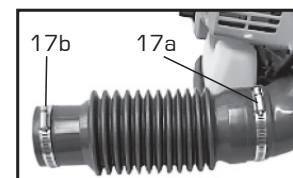

Figura 1
1. Coloque las abrazaderas (17a y 17b) en los extremos de la manguera flexible (13) y conecte la manguera flexible (13) al tubo de soplado de la unidad del motor (12) y ajuste firmemente la abrazadera (17a) (Figura 1). No ajuste todavía la otra abrazadera 17b.